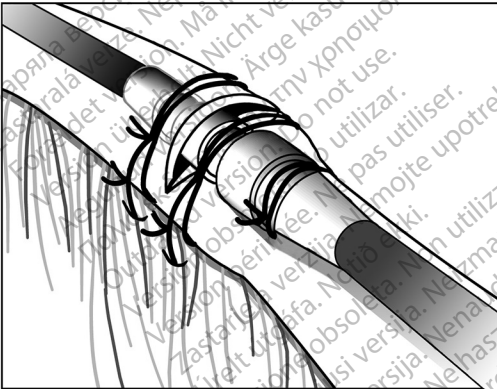

Abbildung 9. Beispiel einer Nahtmanschette, Implantation über eine Vene
- Verwenden Sie dieselbe Rille, um die Elektrode und die Vene an der benachbarten Faszie (Abbildung 9 Beispiel einer Nahtmanschette, Implantation über eine Vene auf Seite 24) zu fixieren.